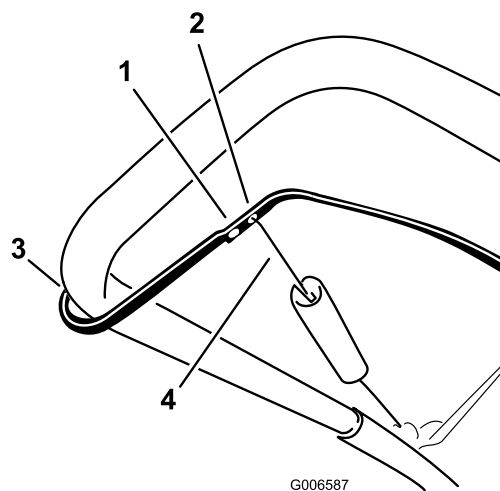

Figure 18
**Remarque:** La courroie d'entraînement s'use et se détend avec le temps. Si la courroie glisse (grincements continus) quand elle est soumise à une lourde charge, décrochez le ressort de la biellette de réglage et placez l'extrémité supérieure du ressort dans le trou le plus éloigné du point de pivot dans la barre de commande (Figure 18). Accrochez ensuite le ressort à la biellette de réglage et ajustez le câble de commande.